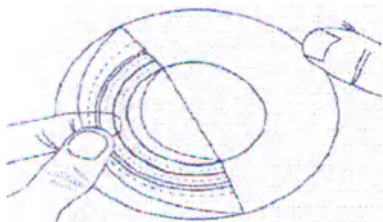
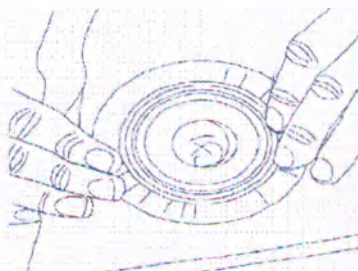

Рисунок 13
Рисунок 14
- Снимите защитное покрытие (рисунок 13) и, не торопясь, совместите нижний край вырезанного отверстия с нижней границей стомы (рисунок 14). Если стома не видна, можно использовать зеркало.